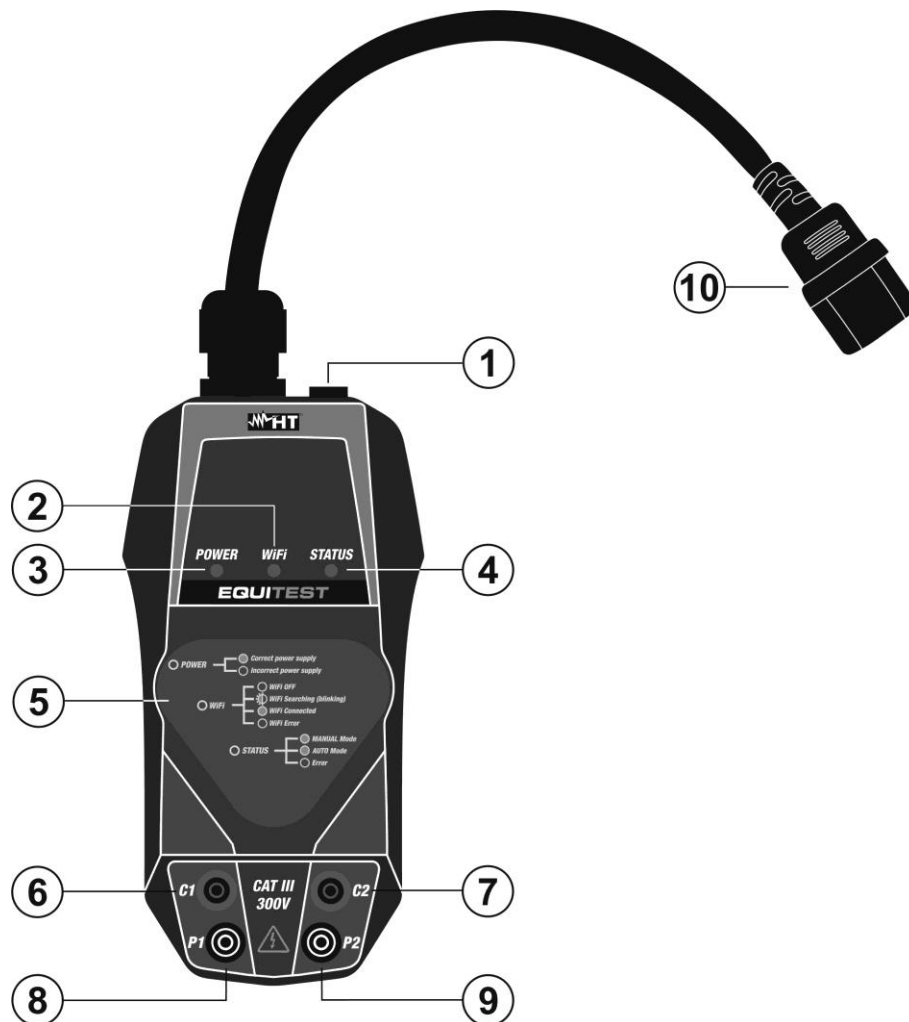
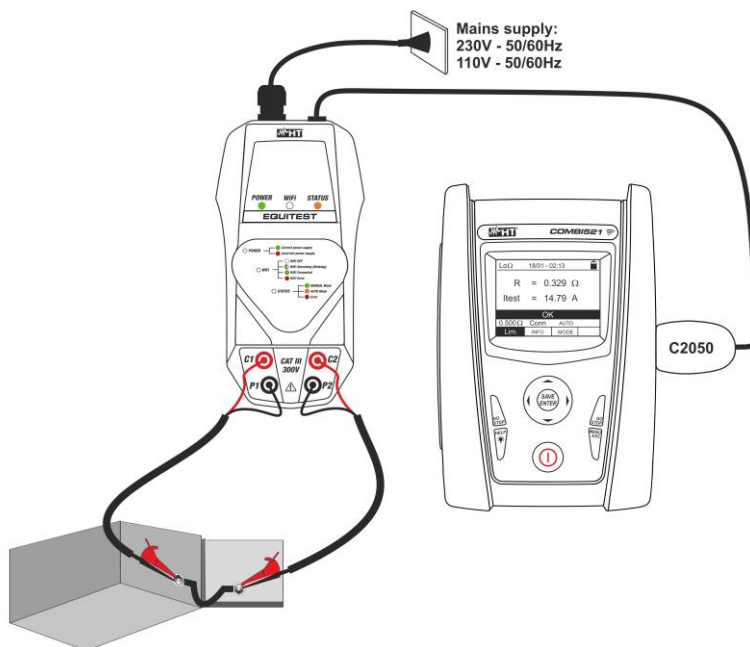

Fig. 1 Descripción del instrumento
Fig. 3 Uso del instrumento con unidad MASTER
- Conecte el instrumento a la alimentación mediante el cable de red suministrado en dotación (vea la Fig. 1 – parte 10). El LED **POWER** se enciende en color **verde fijo** identificando la correcta tensión de alimentación, el LED **STATUS** se enciende en color **verde fijo** que identifica el funcionamiento del instrumento en **modo Manual** (ver el manual de instrucciones del instrumento MASTER), el LED **WiFi** se enciende en color **verde parpadeante** identificando que el instrumento está buscando realizar (si estuviera disponible) una conexión WiFi con un dispositivo móvil externo mediante la APP **HT Equitest** (ver § 5.2) y no tiene ninguna funcionalidad en conexión con el instrumento MASTER
- Conecte el instrumento al instrumento MASTER (ver la Fig. 3) mediante el cable **C2050 suministrado en dotación** (ver la Fig. 1 – parte 1)
4. Conecte los dos cables negros del conjunto de cables **C7000** en las entradas **P1** y **P2** y los dos cables rojos en las entradas **C1** y **C2** (ver la Fig. 3)
5. Conecte los cocodrilos del conjunto de cables **C7000** al objeto en pruebas (ver la Fig. 3)
7. Con la selección del **modo Automático** en el instrumento MASTER (medida activada sin el uso de la tecla **GO/STOP**) verifique que el LED **STATUS** esté encendido en color **naranja fijo** y conecte los cocodrilos con los objetos en pruebas (ver la Fig. 3) para activar automáticamente el test
- Conecte el instrumento a la alimentación mediante el cable de red suministrado en dotación (vea la Fig. 1 – parte 10). El LED **POWER** se enciende en color **verde fijo** identificando la correcta tensión de alimentación, el LED **STATUS** se enciende en color **verde fijo** que identifica el funcionamiento del instrumento en **modo Manual**